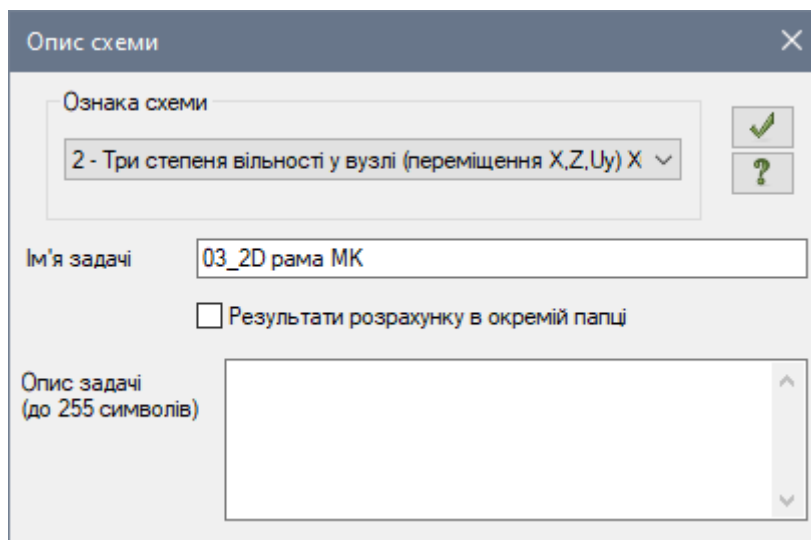

Рис. 3.2. Діалогове вікно **Опис схеми**
- У діалоговому вікні **Опис схеми** (рис. 3.2) задайте наступні параметри: